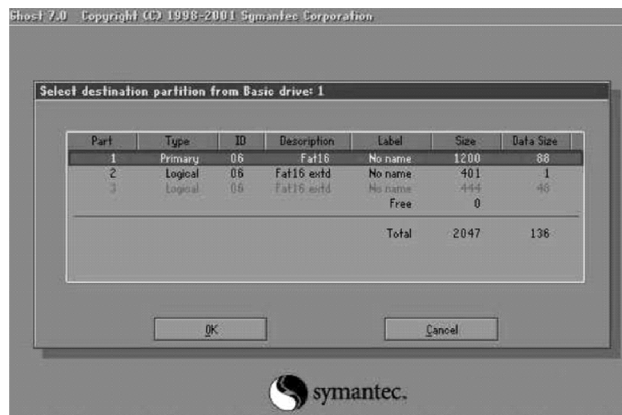

图 3-76 选择需要恢复的分区
③ 在“Select local destination drive by clicking on the drive number”对话框中，选择需要恢复的硬盘。若只有一块硬盘（笔记本电脑通常为—块硬盘），则直接按 <Enter> 键即可；若为双硬盘，则会显示两块硬盘信息，在按 <Enter> 键前，选择恢复到哪块硬盘的选项时，一定要选择正确。接下来，进入“Select destination partition from Basic drive: 1”对话框，如图 3-76 所示。在该对话框中选择要恢复的分区，即 C 盘。选择“OK”按钮确定后，为了防止误操作，系统会再次显示对话框信息提示是否要还原镜像文件。默认操作是“NO”，若继续选择“YES”，将进行还原操作。